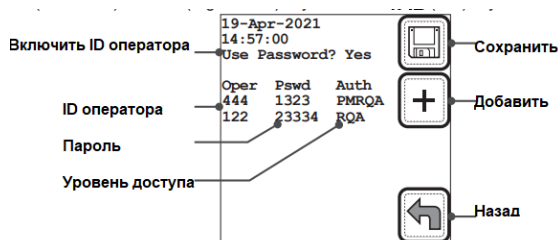

Рисунок 74: Журнал прав оператора
3. Нажмите клавишу Пароль  для отображения журнала доступа оператора. См. раздел «**Журнал полномочий оператора**» (Рис. 74 (стр. 63)) для просмотра описания особенностей журнала оператора.